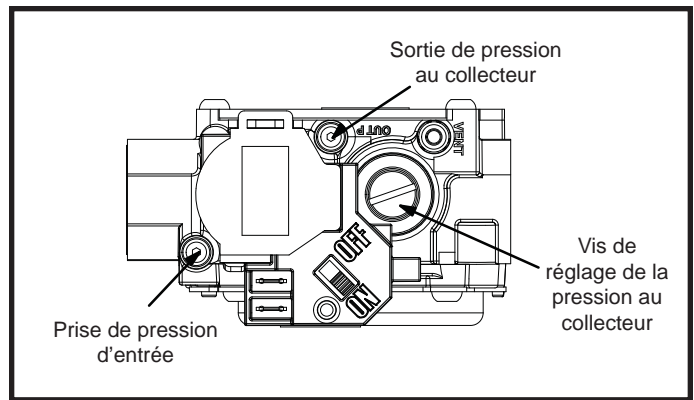

Figure 6. Robinet de gaz
3. Faites glisser l'interrupteur du robinet de gaz sur la position « **ON** » (voir **Figure 6**).
1. Faites glisser l'interrupteur du robinet de gaz sur la position « **OFF** » (voir **Figure 6**).
La pression au collecteur peut être mesurée en coupant le gaz, en retirant le bouchon du tuyau en aval du robinet de gaz et en connectant un manomètre régulier ou pour l'eau. En aucun cas la pression finale au collecteur ne doit varier de plus de 0,3 po C.E. des pressions spécifiées ci-dessus. Pour régler le régulateur, tournez la vis de réglage sur le régulateur dans le sens des aiguilles pour augmenter la pression et l'admission ou dans le sens contraire pour diminuer la pression et l'admission. Reportez-vous à la **Figure 6** pour localiser le régulateur sur le robinet de gaz.